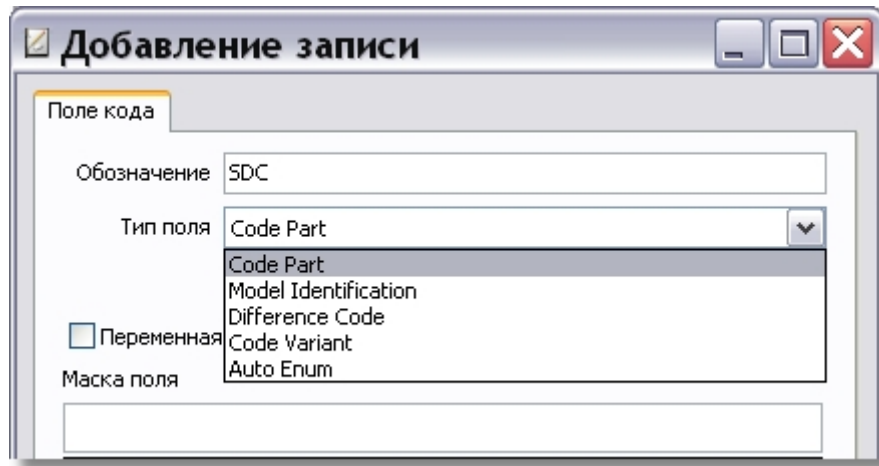

Рис. 2.14
4. В разделе **Тип поля** откройте список допустимых полей (Рис. 2.14).
Первый создаваемый нами элемент схемы – отличительный код системы. В диалоговом окне **Поле кода** в разделе **Тип поля** выберите из списка **Difference Code** (Рис. 2.14).